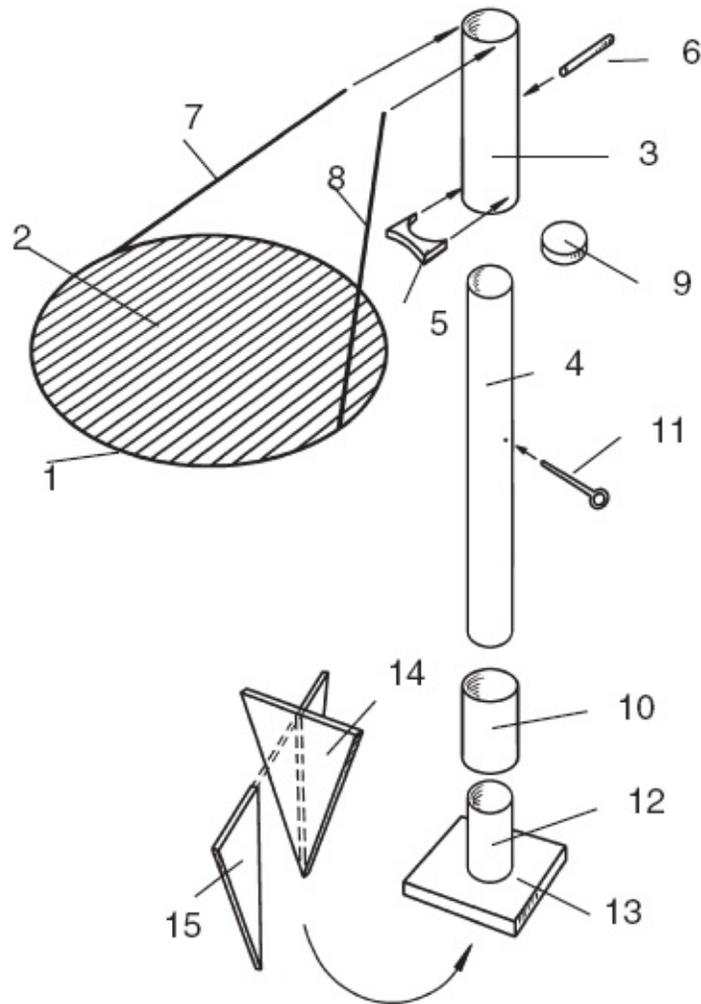

Рис. 81. Конструкция мобильного гриля:
1. Работа по сооружению гриля начинается с заложения г-образного фундамента, под который необходимо, предварительно сняв дерн, выкопать траншею глубиной 20 см и в соответствии с указанными на рис. 81 размерами, причем с каждой стороны он должен быть на 5 — 10 см больше, чем гриль.
Конструкция данного гриля представлена на рис. 81.